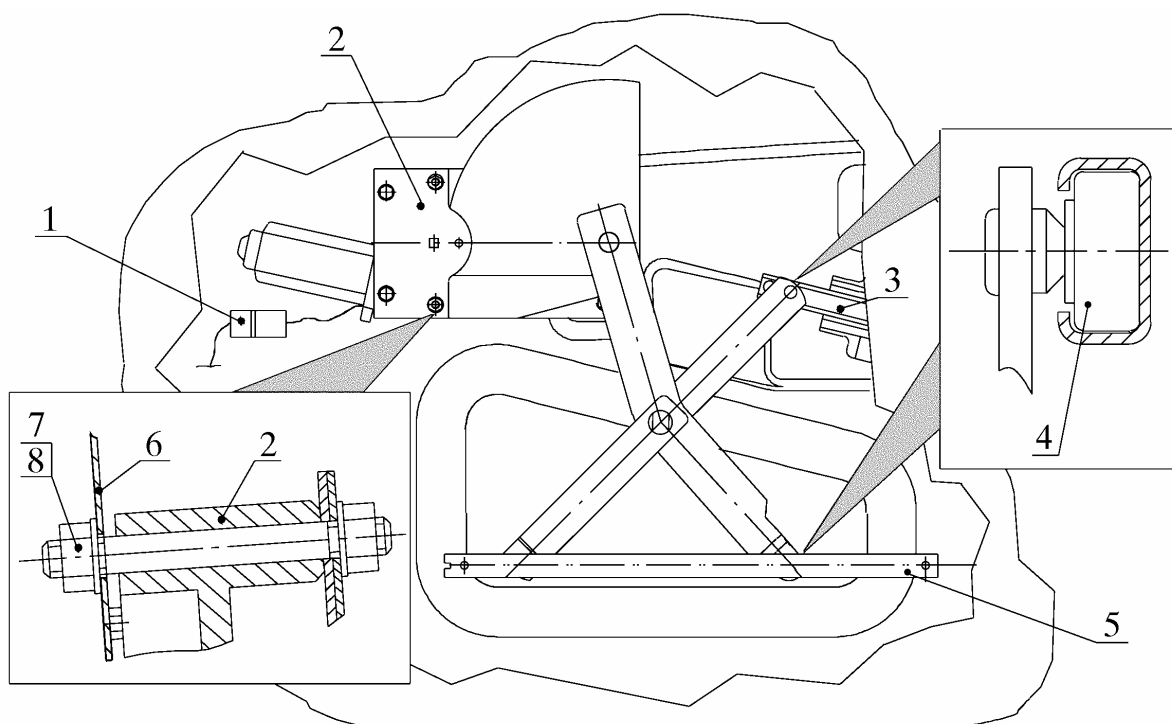

Рис. 4. Снятие механизма стеклоподъемника:
4.6. **Отсоединить колодку 1** (рис. 4) жгута проводов от колодки привода стеклоподъемника.